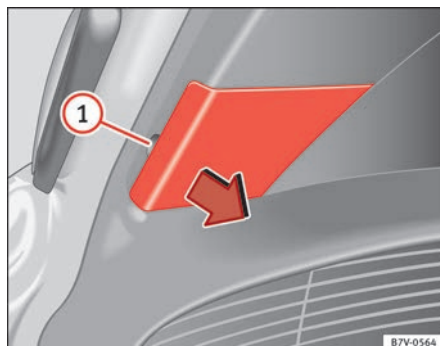

Fig. 209 En el portón trasero: Quitar la cubierta.
3. Extraiga la cubierta cuidadosamente haciendo palanca con la parte plana del destornillador de las herramientas de a bordo (⇒ fig. 198) por el rebaje ⇒ fig. 209 ①.